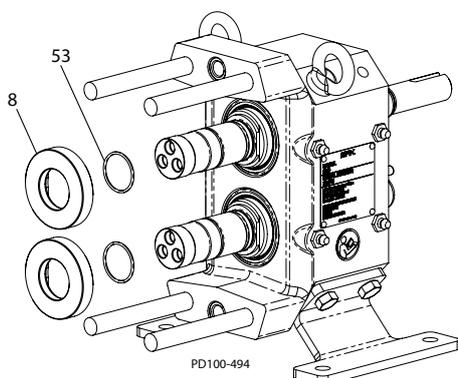

Figura 52 - Instalação da Vedação do Eixo
1. Instale os anéis em O do assento (Figura 52, item 53) na ranhura traseira do eixo.
2. Aplique um lubrificante compatível com os anéis em O e instale os assentos da vedação (Figura 52, item 8). Alinhe as planícies nos assentos da vedação com as planícies nos eixos e as assente com firmeza no ressalto do eixo.